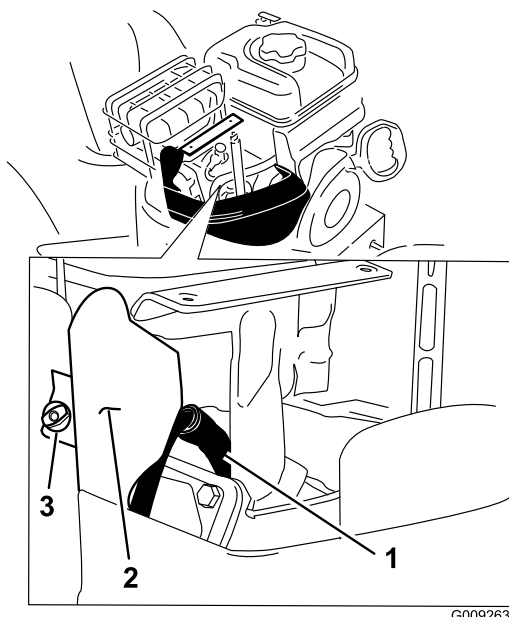

Figure 47
4. Enlevez les vis à oreilles du support et le support (Figure 47).
- Nettoyez la surface autour de la base de la bougie (Figure 47).